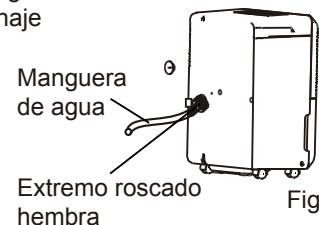

Fig.10
- Instale el extremo roscado hembra de la manguera de agua al adaptador A. (Véase la Fig. 10), a continuación, lleve la manguera de agua al drenaje del piso o una instalación de drenaje adecuada.